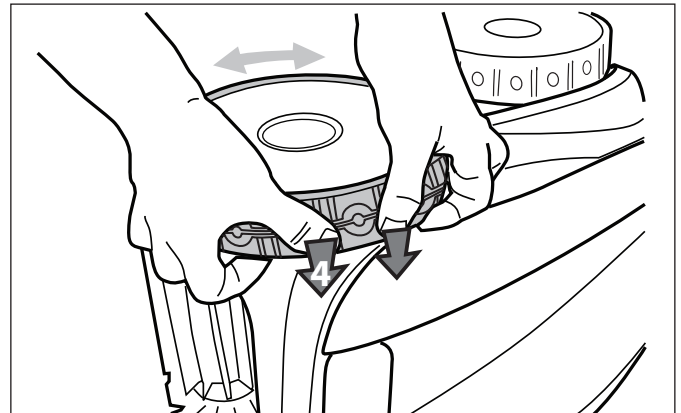

Figure 36. Poussez le pneu en place sur la roue
- Poussez et positionnez la nervure du côté intérieur du pneu dans la rainure de la roue (Figure 36). Si nécessaire, tournez doucement la roue pour faciliter l'installation.